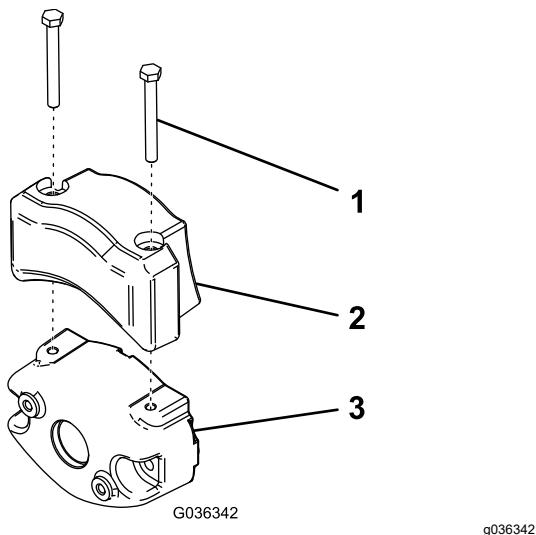

Figure 60
2. Fixez le contrepoids électriques au contrepoids existant à l'aide de 2 vis, comme montré à la Figure 60.